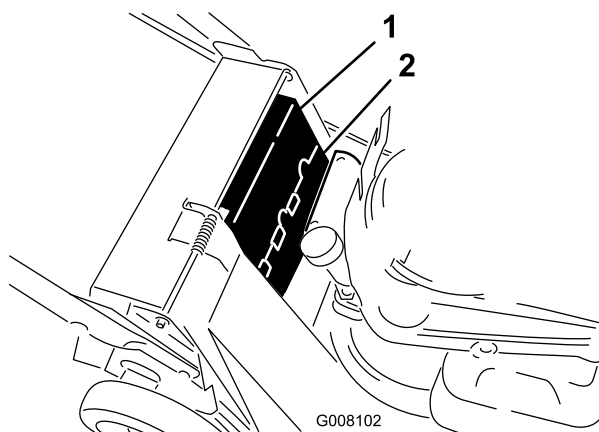

Figura 29
6. Retire las cubiertas superior e inferior de la correa (Figura 29).